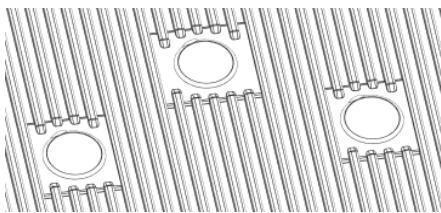

Fig. 2
- 1) Si el vehículo esta equipado con el gancho cuello de ganso en la batea, utilice el taladro y el cortador de 4" para hacer un barreno como se muestra den la Fig. 2. Coloque el bedliner boca abajo en algún lugar donde pueda hacer el barreno sin dañar algo que se pueda encontrar debajo. Use la protuberancia de caja superficie plana para centrar el corte de la cierra. Remueva cualquier rebaba restante después de realizar el corte.
- 2) Inserte firmemente los tapones de 4" (E) en los barrenos como se muestra en la Fig. 2.